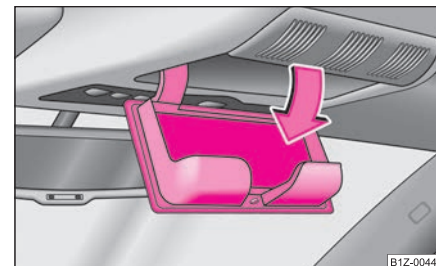

Fig. 104 Plafonul: Compartimentul pentru ochelari
- Apăsați capacul compartimentului, compartimentul se va deschide ⇒ fig. 104.